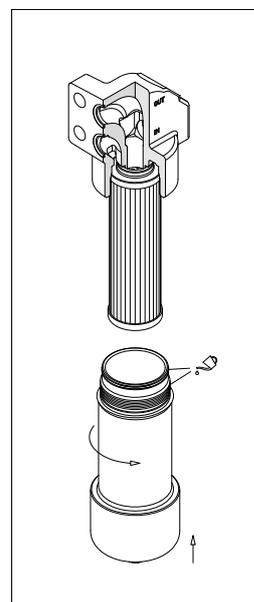

fig. 25
- (Fig. 25) Lubrificare il filetto e l'O-ring del contenitore, quindi avvitarlo facendo riferimento alla tabella delle coppie di serraggio al paragrafo 3.